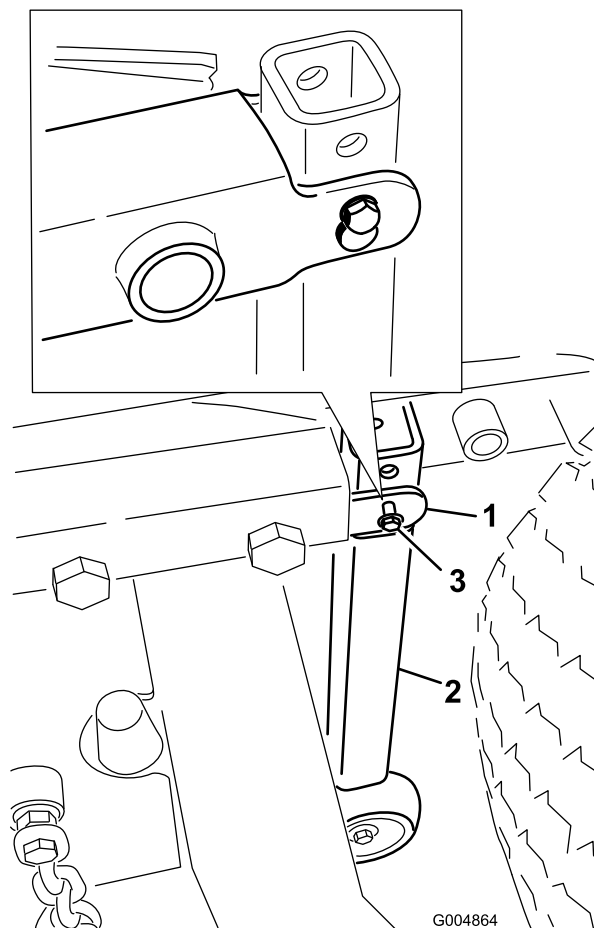

Figura 26
5. Retire los pasadores de horquilla y los tornillos autorroscantes de 5/16 pulg. que sujetan los conjuntos de tubo de soporte verticales a la parte trasera del bastidor de la plataforma (Figura 26).